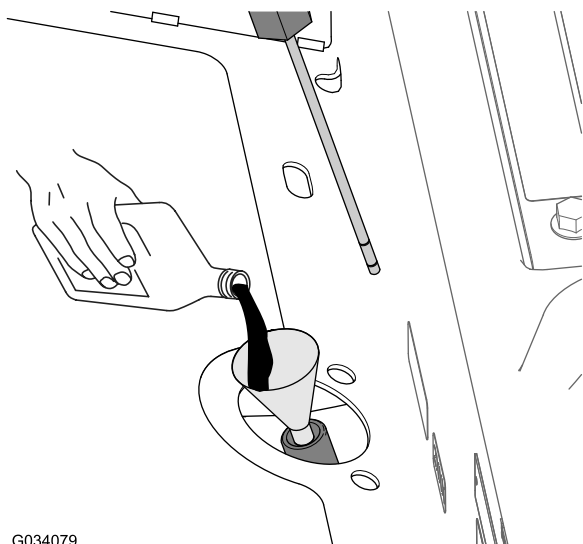

Bild 80
5. Wenn der Ölstand unterhalb der unteren Markierung am Peilstab liegt, füllen Sie das vorgegebene Hydrauliköl in den Einfüllstutzen (Bild 80), bis der Ölstand zwischen der oberen und unteren Markierung am Peilstab liegt (Bild 79).
6. Füllen Sie das vorgegebene Hydrauliköl den Einfüllstutzen (Bild 80), bis der Flüssigkeitsstand im Getriebegehäuse (Reservoir) zwischen der oberen und unteren Markierung des Peilstabs liegt (Bild 79).